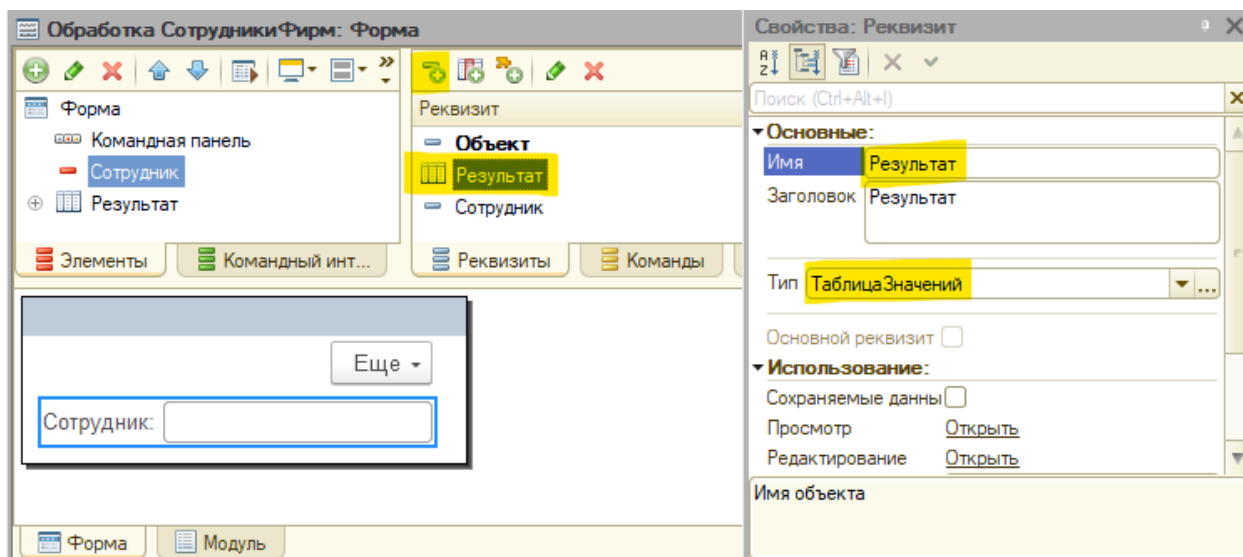

Рис. 5.36. Создание реквизита «Результат»
- реквизит Результат: тип данных – ТаблицаЗначений (рис. 5.36).